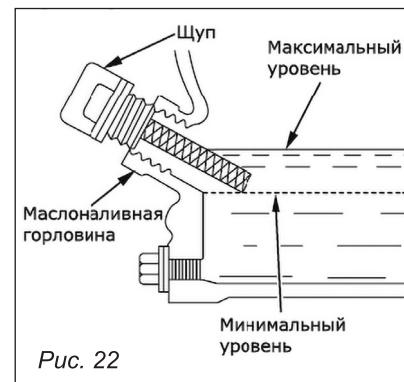

Рис. 22
2. Открутите крышку маслоналивной горловины и протрите щуп тряпкой (рис. 22).